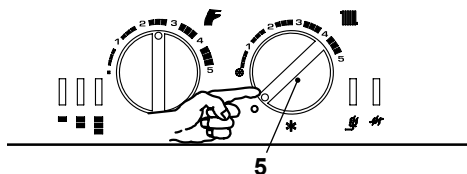

Figura 7.12
- Posizionare il selettore 5 come indicato in Figura 7.12 per uscire dalla programmazione.